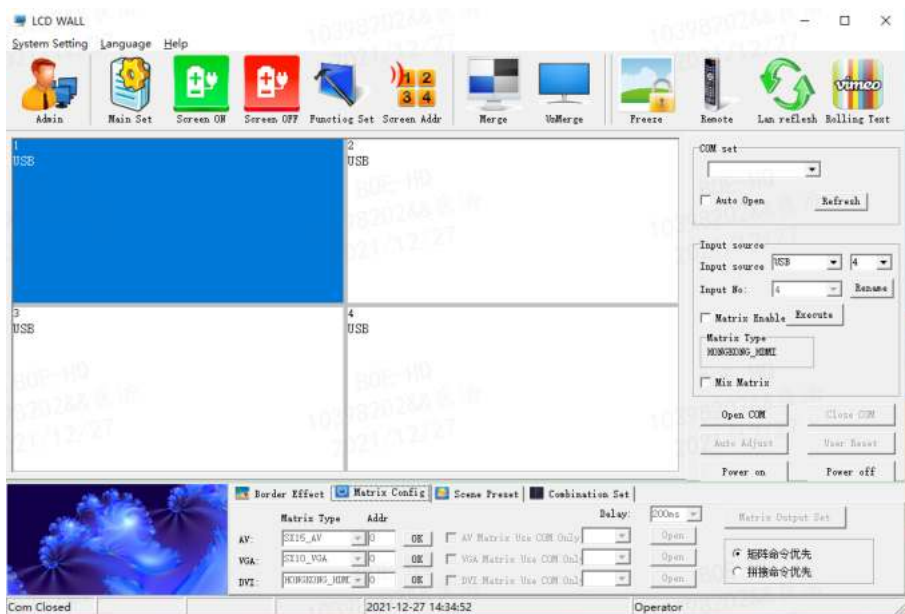

Рис. 1
2. Распакуйте архив с программным обеспечением для видеостены. Управляющее программное обеспечение не требует установки. Запустите Lcdwall.Exe (Рис. 1).
Описание функций интерфейса (Рис. 1):